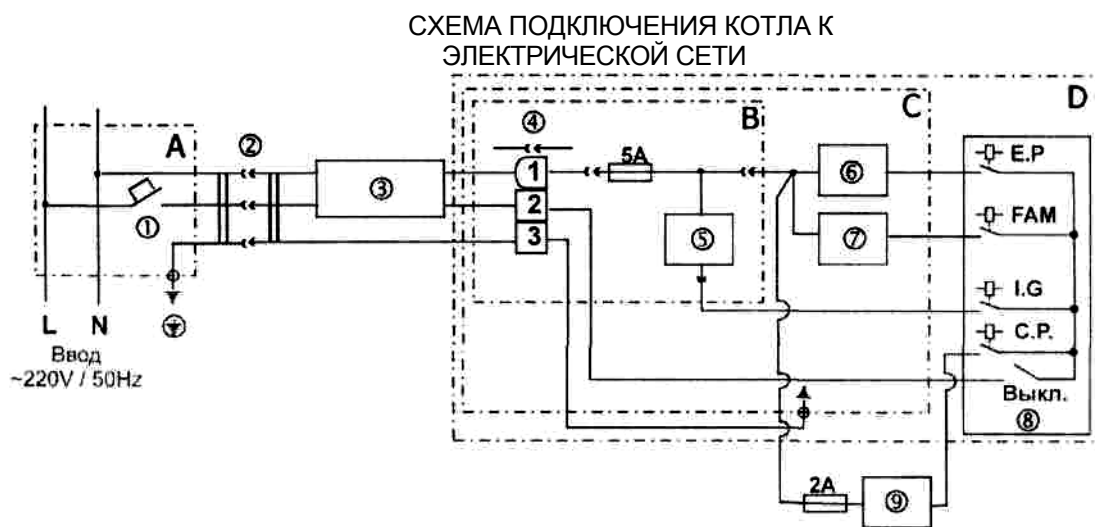

Рис. 34.1.
### 2. Подключение котла к электрической сети. (Рис. 34.1.)
2.1. Подключение котла к электрической сети отапливаемого объекта выполняется, как показано на схеме подключения котла к электросети (см. рис. 34.1. и рис. 35.2.).
2.2. Электрическое оборудование котла должно питаться от одного источника электроэнергии и выключаться при помощи одного выключателя. Для этого, на обогреваемом объекте, электропитание котла (см. рис. 34.1.) выполняется от распределительного шкафа "A", и отдельного автоматического выключателя 1.
3.3. Подачу электропитания на котел выполняет электрический соединитель, состоящий из розеточной и вилочной частей, см. рис. 34.1. поз. 2, и рис. 35.2. Включение/выключение электропитания автоматики котла выполняет выключатель на блоке управления. Однако, когда выключатель на блоке управления находится в положении "Выключено", электропитание продолжает обеспечивать работу узла безопасности котла.
Примечание. Проверка подключения электровилки к электророзетке проверяется по фазовой линии от электророзетки до электрической части котла. В комплекте котла поставляется электрошнур с электровилкой с зануляющим контактом с одной стороны и с разъемным соединением 3PIN с другой стороны. Контакт "2" разъемного соединения 3 PIN (см. поз.4 на "Схеме подключения котла к электрической сети", рис. 34.1.) через питающий провод соединяется с штифтом "L" электровилки (см. рис. 35.2.). Штифт "L" электровилки соединяется с гнездом "L" электророзетки.